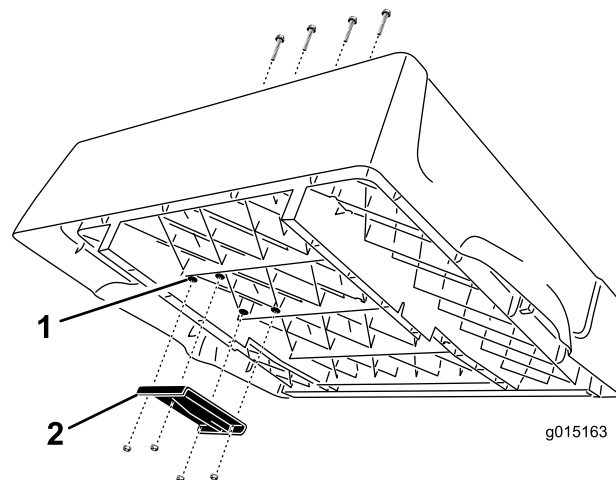

Bild 3
1. Ermitteln Sie die vier Ansätze unten an der Pritsche an der rechten Seite (Bild 3). Bohren Sie mit einem Bohrer und einer Bohrerspitze von 3/8 Zoll vorsichtig durch die Ansätze, um vier Löcher in den Boden der Pritsche zu bohren.
2. Befestigen Sie die obere Hubhalterung mit vier Kreuzschrauben ((3/8 x 2-1/2 Zoll)) und Bundsicherungsmutter (Arretierung) ((3/8 Zoll)) an der Unterseite der Pritsche. Positionieren Sie die Halterung wie in Bild 3 dargestellt.